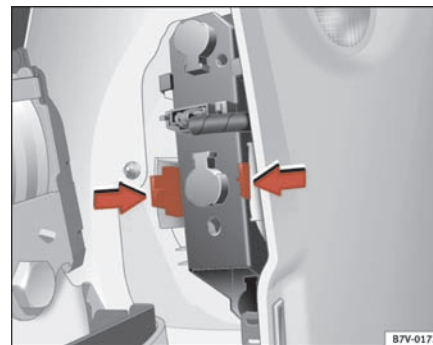

Fig. 165 Lys på karrosseriet
- Tryk tapperne i siderne i pilens retning ⇒ fig. 165.